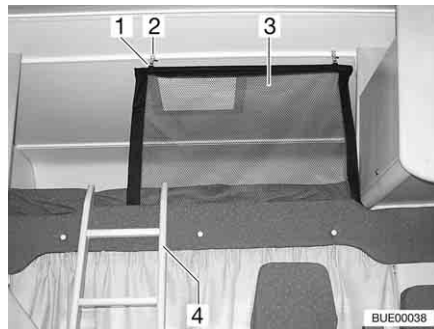
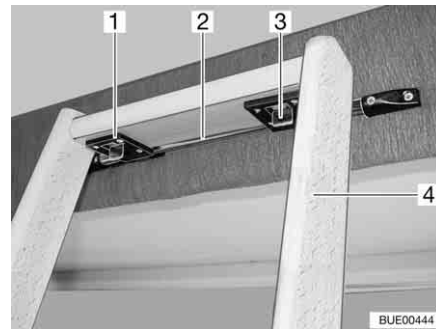

Fig. 109 Letto mansarda
Fig. 110 Scaletta di accesso, bloccaggio
Scaletta di accesso Per salire sul letto mansarda utilizzare la scaletta di accesso (Fig. 109,4 e Fig. 110,4) in dotazione ai modelli di serie.
- Agganciare la scaletta con i due ganci (Fig. 110,1) presenti sulla guida (Fig. 110,2) al pannello cieco del letto.
- Spingere i due bloccaggi (Fig. 110,3) in avanti.
Rete protettiva La rete protettiva (Fig. 109,3) è stivata sui modelli di serie tra il materasso e il telaio portamaterasso. Fissare la rete protettiva soltanto dopo che le persone si sono stese nel letto mansarda.
- Agganciare il supporto (Fig. 109,1) negli occhielli sul soffitto (Fig. 109,2).